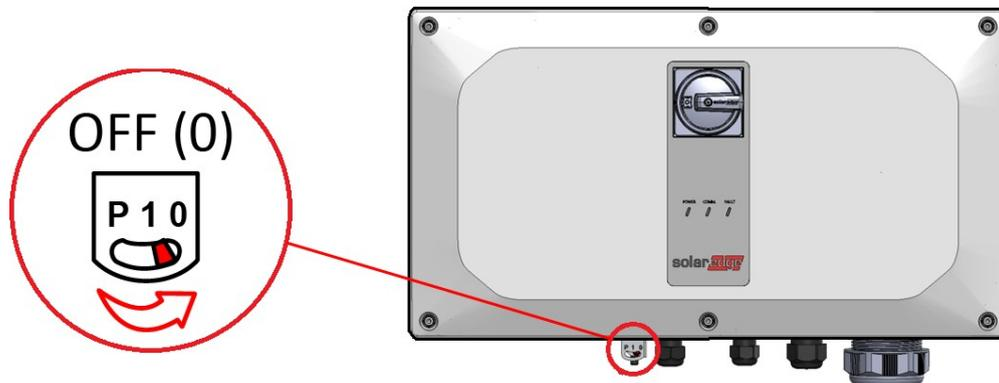

Figure 3 : Commutateur ON/OFF/P
1. Placez l'interrupteur ON/OFF/P en position « 0 » (OFF) (voir *Figure 3*) et attendez que la LED rouge s'éteigne et que la LED verte clignote.